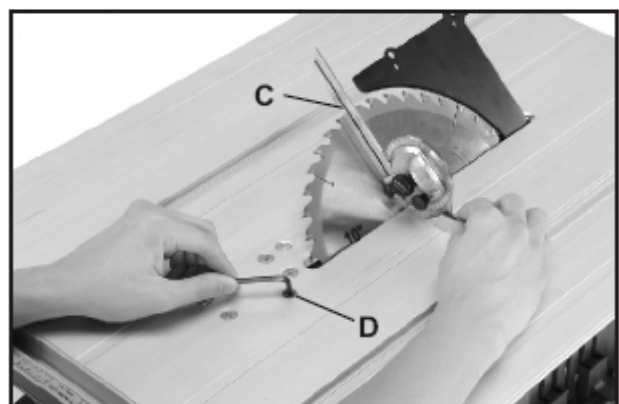

Fig 18.
5. Legen Sie ein Quadrat (C), Abb. 18, auf den Tisch, wobei sich gemäß Darstellung ein Ende des Quadrats längs des Sägeblatts befindet und prüfen Sie, ob das Sägeblatt in einem 45°-Winkel zum Tisch ist. Justieren Sie dann die Schraube (D), Abb. 18 so, dass es zwischen Quadrat und Sägeblatt keinen Luftraum gibt.